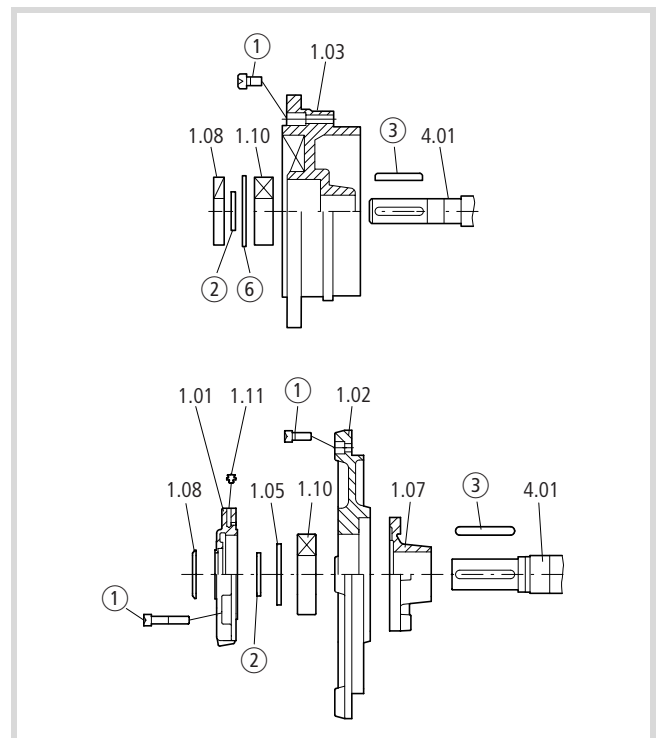

Figure 8 : Position du joint d'arbre AV (1.08) et du couvercle de palier AV extérieur (1.01)
- ▶ Sortez les clavettes côté entraînement ③ de l'arbre.
- les circlips ② et jusqu'à HA 160 ⑥ (→ fig. 8)